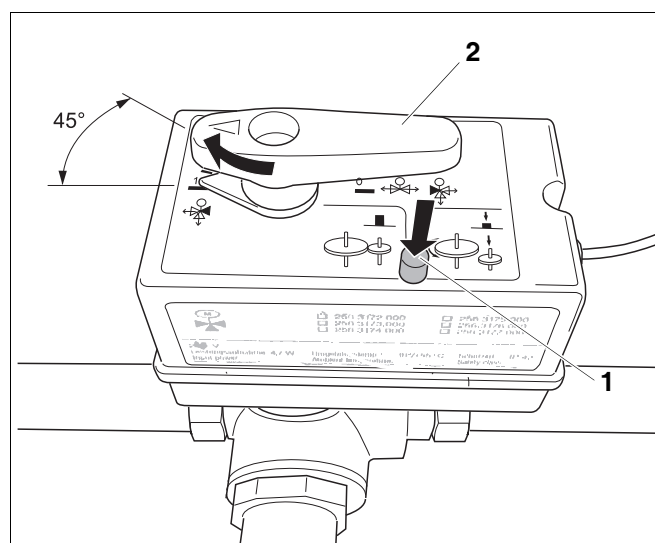

Fig. 55 Posizionare la valvola a tre vie al centro
- Qualora sia presente un accumulatore-produttore di acqua calda, posizionare l'interruttore meccanico della valvola a tre vie al centro (fig. 55). Tenere premuto il tasto (fig. 55, pos. 1) e ruotare la leva (fig. 55, pos. 2) di 45°.